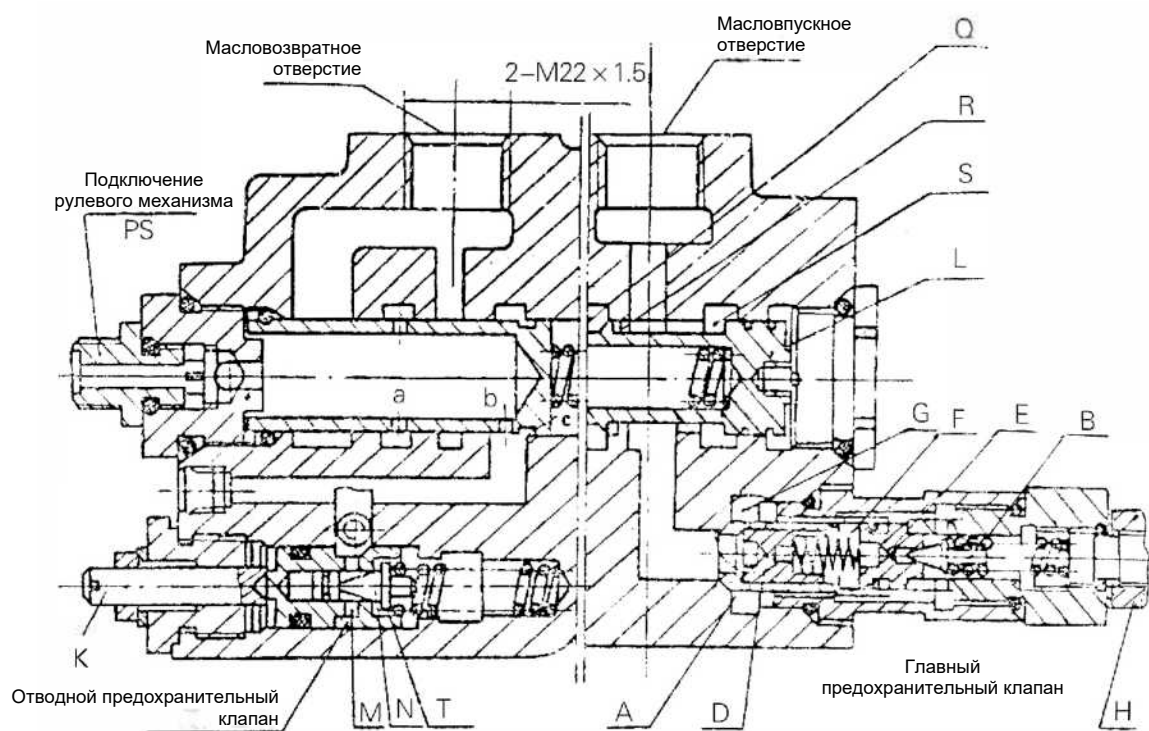

Рис. 9-5
9.3.2 Главный предохранительный перепускной клапан и предохранительный отводной клапан (рис. 9-5)